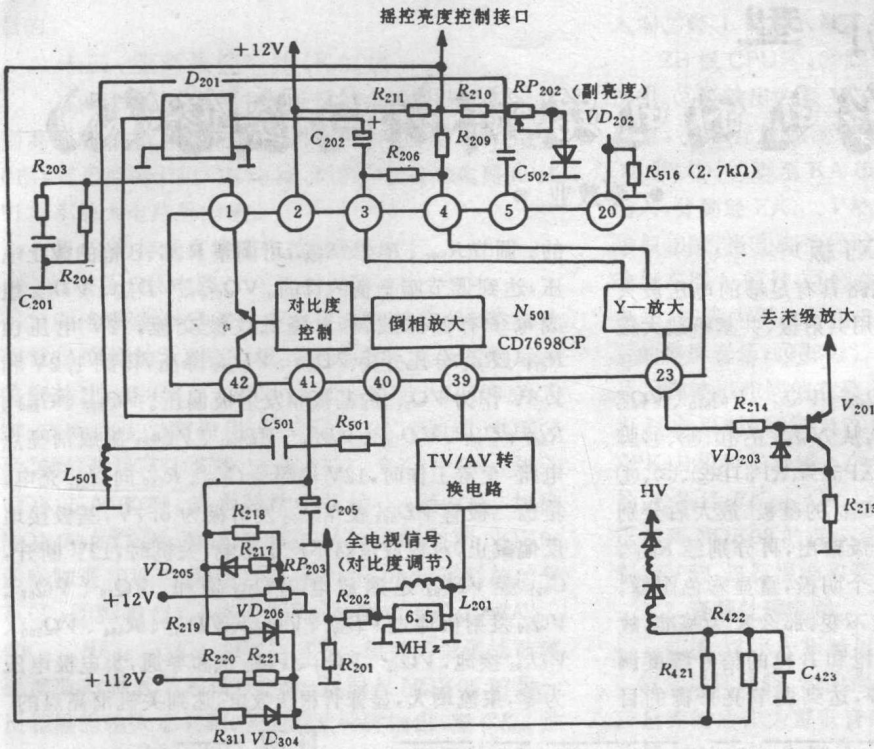

图 16 亮度电路
在亮度电路中,还没有自动亮度限制 (ABL) 电路,当显像管束电流超过额定值 (1mA) 时,ABL 电路动作,使束电流下降到额定值,实现自动亮度限制。北京牌 8316—2 型彩电 ABL 电路是同时控制 CD7698CP ④脚 (对比度控制端) 和 ④脚 (亮度控制端),当束电流超过额定值时,电阻 R_{220} 、 R_{221} 上压降增大,使 VD_{206} 和 VD_{304} 导通,使 ④脚和 ④脚电位下降,导致显像管阴极电位上升,束电流下降,实现了自动亮度限制。电阻 R_{220} 和 R_{221} 决定 ABL 电路控制的基准电平。当 ABL 电路有故障时,将造成光栅偏暗故障。亮度电路原理参看图 16。TA7698AP 与亮度有关脚功能参看表 2。